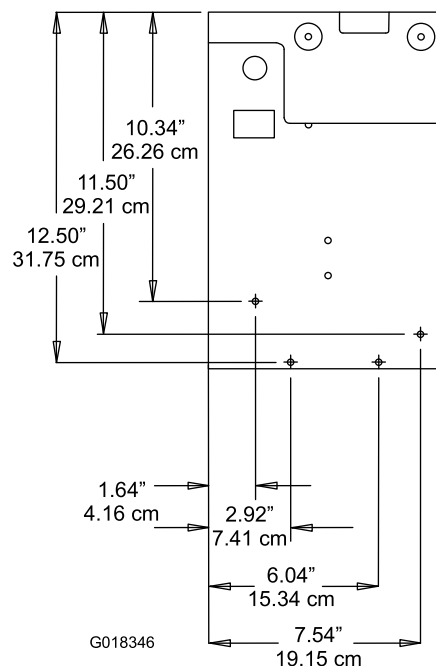

Figura 6
10. Utilizando as dimensões em Figura 6, localize, marque e faça (4) furos de 0,713 cm de diâmetro na estrutura.